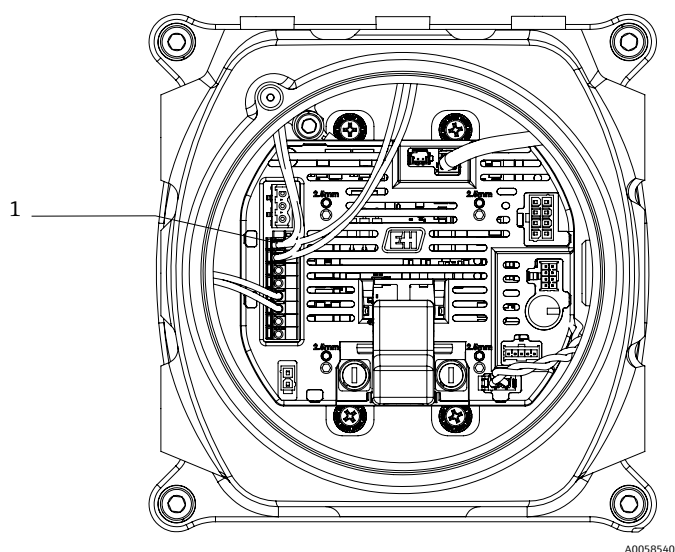

図 11. MAC 内部図：ソレノイドコネクタおよび解除タブ (1)
- i** 1 点自動検証または手動検証構成では、Figure 11 に示すように、両方のソレノイドが端子 1 と 2 にペアで接続されています。両方のソレノイドが同じ端子に取り付けられているため、同時に作動します。